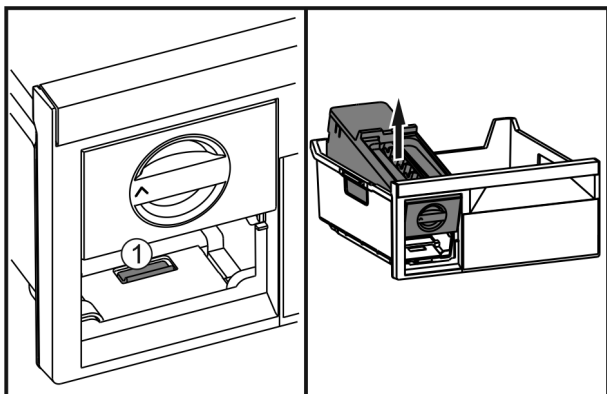

Fig. 51
- ▶ Stlačte západku Fig. 51 (1), EasyTwist-Ice zezadu zvedněte a vyjměte z mrazicí zásuvky.